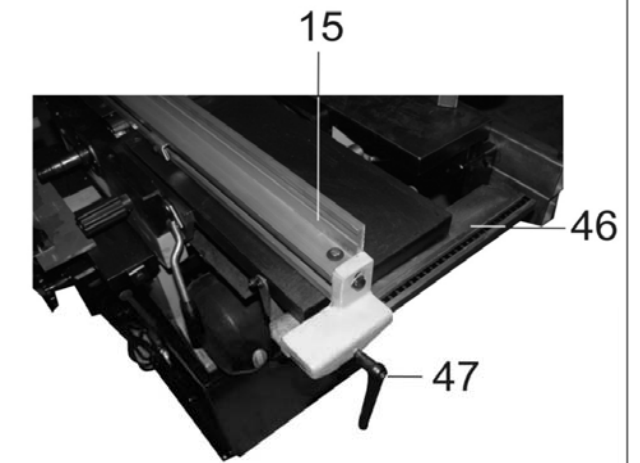

Рис. 8
8.2.5. На рельсе (46) установите и ручкой (47) закрепите направляющую планку (15), Рис.8.
- направляющую планку (15) переустановить, повернув на 180° , на опоре (65) лицевой стороной к пильному диску (6), Рис. 8;
- при продольном пилении направляющую планку (15) установить в необходимое положение по шкале рельсы (46). Положение зафиксировать ручкой фиксации (47);
- болтом фиксации (64), зафиксировать выбранный угол наклона направляющей планки (15) относительно пильного рабочего стола (4) (см. пункт 9.6);
- при торцевом пилении установить направляющую скоса (8) на предполагаемый угол пиления.